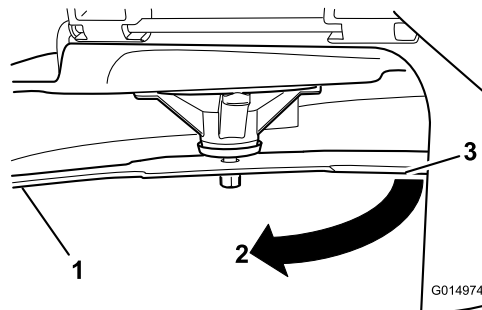

Figura 63
4. Ruotate la stessa lama di 180 gradi in modo che il tagliente opposto si trovi ora nella stessa posizione (Figura 63).